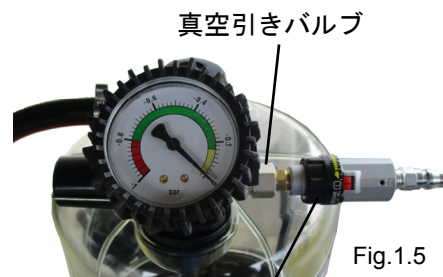

Fig.1.5
- 10) 真空引きバルブに、付属品のニップル、レギュレーター、口金を取付けます。各接続部にはシールテープを巻いてください。(Fig.1.5)